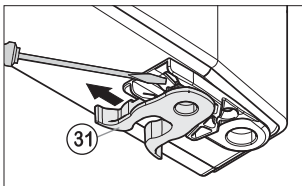

Fig.5
- Spostare il Fig. 5 (31) morsetto a molla: Premere verso il basso il dentino antisfilamento, estrarre il morsetto a molla tirando verso l'alto.